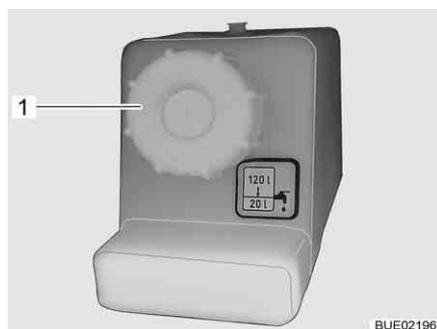

Fig. 187 Coperchio per bocchettone di riempimento dell'acqua potabile
- Ruotare il coperchio (Fig. 187,1) in senso antiorario e rimuoverlo.